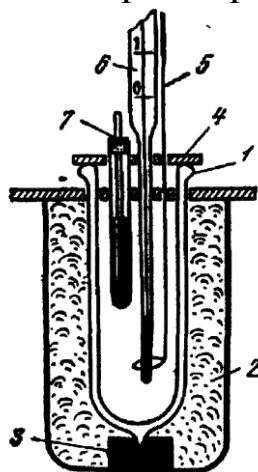

Рис. 3.1. Схема калориметру:
**Калориметр.** Тепловий ефект реакції вимірюють у спеціальних приладах – калориметрах, спостерігаючи за зміною температури  $\Delta T$  при протіканні реакції. Для роботи користуються калориметром, що дозволяє робити визначення теплових ефектів із відносною похибкою 2-5 % при зміні температури не менш 0,5 °С. Калориметр складається з калориметричної посудини й ізолюючої системи. Схему найпростішого калориметра наведено на рис. 3.1.